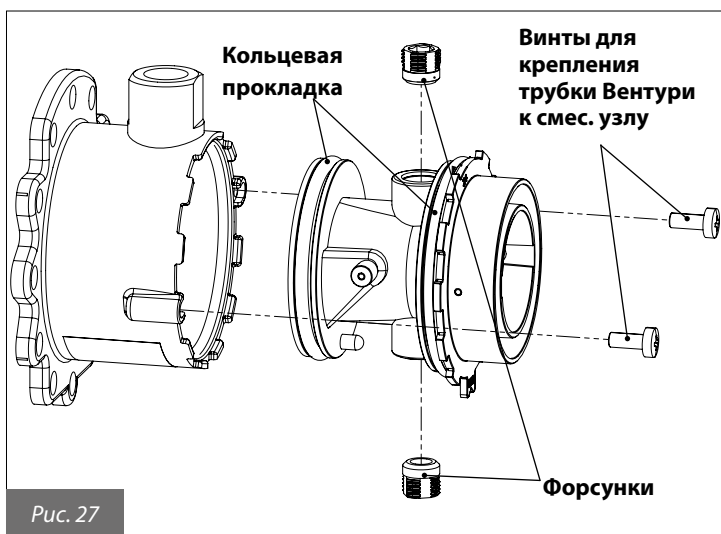
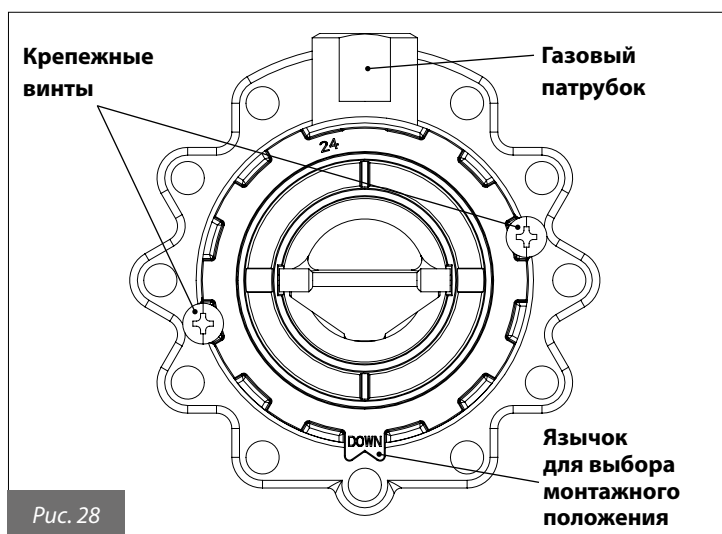

Рис. 27
Рис. 28
- Отвинтить два винта и вытащить пластмассовый корпус смесительного узла (рис. 27).
- Используя шестигранный ключ, вывинтить две форсунки диаметром 6 мм (рис. 27).
- Вставить пластмассовый корпус (трубку Вентури) в смесительный узел и зафиксировать его крепежными винтами, **обращая внимание на то, чтобы не повредить кольцевые прокладки, расположенные по краям пластмассового корпуса (рис. 27), и правильно выбрать монтажное положение (рис. 28).**
- Закрепить смесительный узел на вентиляторе с помощью шестигранных винтов, не забыв установить между ними уплотнительное кольцо (рис. 27).